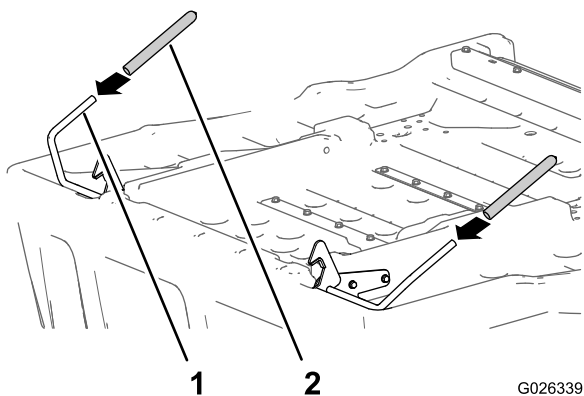

Рисунок 11
4. Вставьте рукоятки с каждой стороны рычага узла защелки (Рисунок 11).